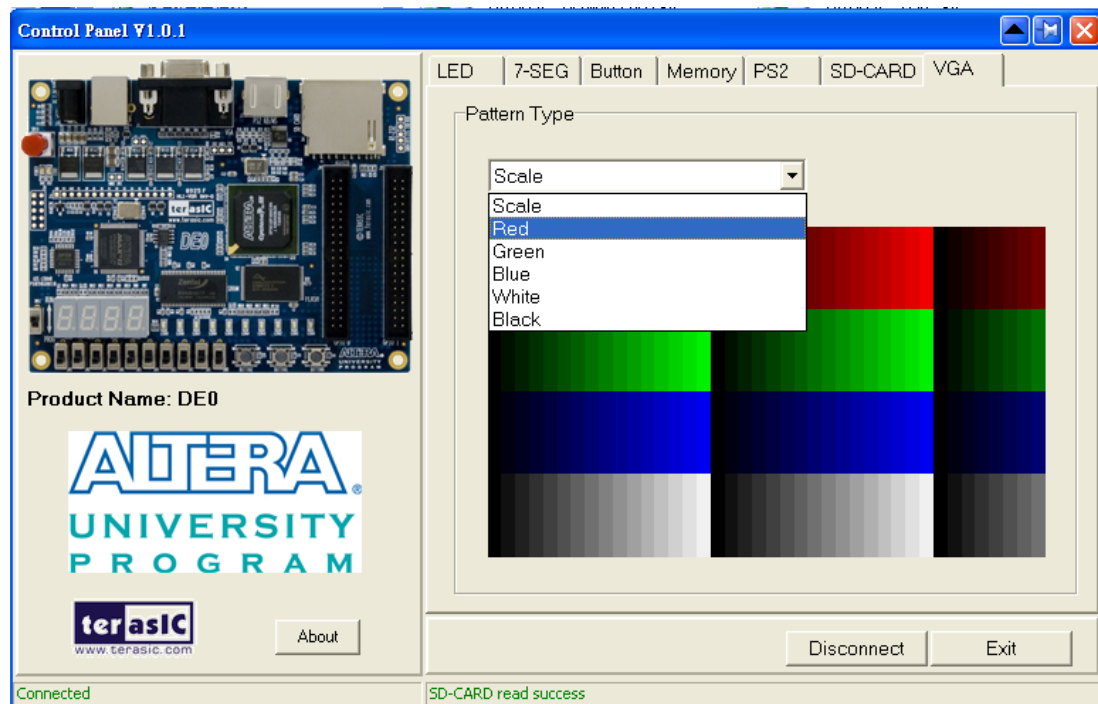

图 3-10 Controlling VGA display
1. 选择 VGA 选项卡，显示图 3-10 所示界面
4. 点击如图 3-10 所示的下拉菜单，选择所需输出的彩色样式